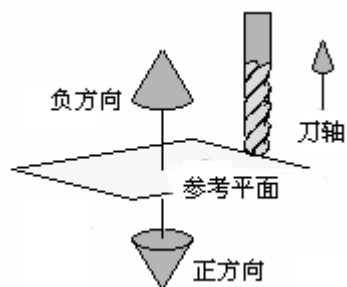

图 5-11
- 单击  验证刀轨，单击 **Compare 比较**，显示如图 5-11 所示的加工结果：余量不均匀，请阅读下一节解决此问题。